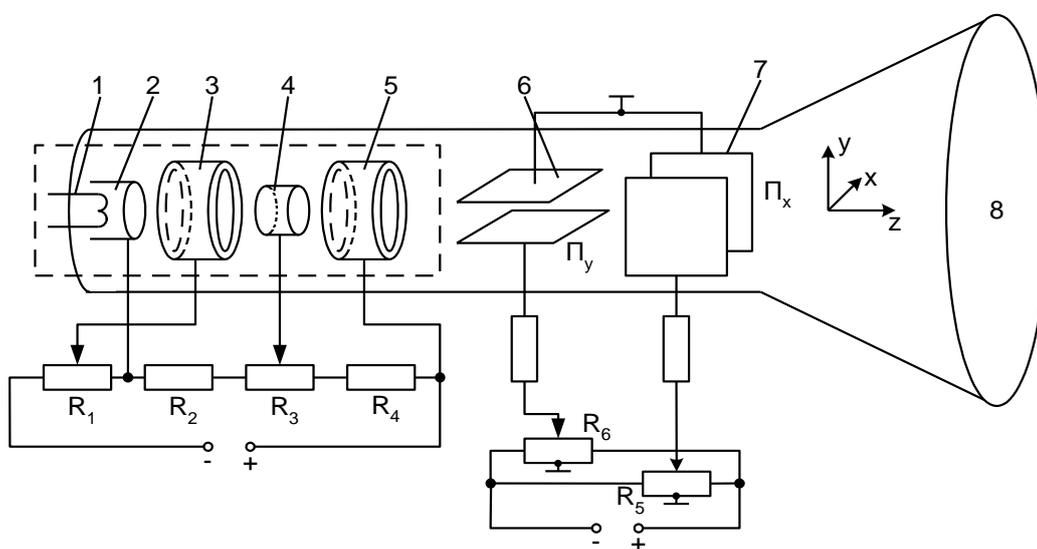
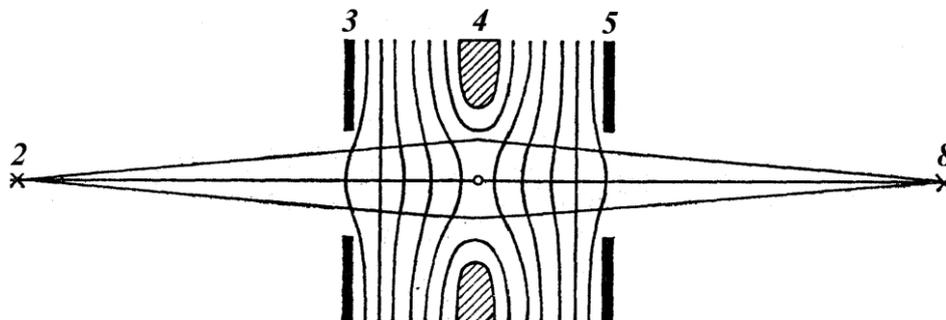

Рис. 4.3.
Рис. 4.4.
Эквипотенциальные линии в этих областях имеют форму, аналогичную поверхности выпуклой оптической линзы (рис. 4.4), и образуют две так называемые электростатические линзы. Когда электроны пролетают через такие линзы, то скорость и направления их движения изменяются аналогично тому, что происходит со светом на границе оптических линз.
Рис. 4.4 соответствует случаю, когда источник электронов и его изображение находятся на одинаковых расстояниях от линзы. В реальной электронной пушке на рис. 4.3 напряжение на фокусирующем электроде обычно подбирается таким образом, чтобы электрическое поле между электродами 3 и 4 образовывало короткофокусную линзу, сжимающую пучок электронов, а поле между электродами 4 и 5 - длиннофокусную линзу, формируя светящуюся точку на экране.
14. Используя рис. 4.3, объясните действие ручек регулировки яркости, фокусировки и положения пятна.